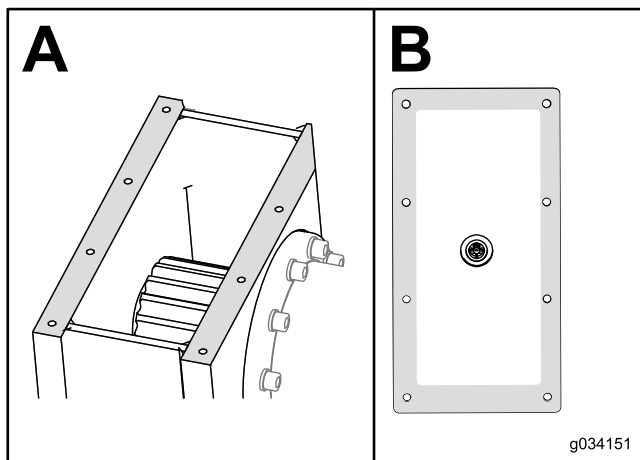

Figura 138
9. Remova o vedante da caixa de transmissão e da tampa (Figura 138).
10. Aplique uma nova camada de vedante automotivo RTV na borda da tampa (Caixa B de Figura 138).